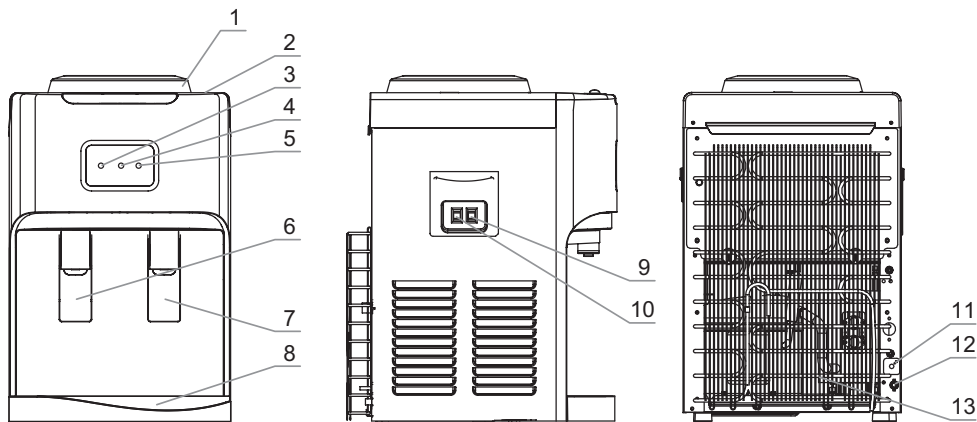

Рис. 1. Схема аппарата D115
Для того чтобы налить горячую воду, нажмите кружкой на кран подачи горячей воды (рис. 1–6). Для того, чтобы налить холодную воду нажмите кружкой на кран подачи холодной воды (рис. 1–7). В силу технических особенностей кранов допустимо подкапывание воды в объеме 5–10 мл, после каждого использования аппарата, капли стекают в лоток каплесборника (рис. 1–8).
Выключатели нагрева (рис. 1–9) и охлаждения (рис. 1–10)
Индикатор нагрева воды (рис. 1–4) горит, когда аппарат нагревает воду.
Индикатор охлаждения воды (рис. 1–5) горит, когда аппарат охлаждает воду.
Перед первым использованием рекомендуется слить по 500 мл воды через каждый кран. Если кабель электропитания (рис. 1–11) и выключатель нагрева (рис. 1–9) были
Когда Вы убедились, что вода из крана холодной и горячей воды (рис. 1–7, 1–6) идет непрерывной струей, установите выключатели
нагрева и охлаждения (рис. 1–9, 1–10) в положение I.
1. Сразу установите выключатели нагрева и охлаждения (рис. 1–9, 1–10) в положение O.
4. Убедившись, что вода из кранов подачи воды идет непрерывной струей, установите выключатели нагрева и охлаждения (рис. 1–9, 1–10) в положение I.
Отключение и включение нагрева и охлаждения при замене бутyli осуществляется исключительно с помощью выключателей нагрева и охлаждения (рис. 1–9, 1–10), а не кабелем электропитания. После кратковременного отключения аппарата от сети электропитания повторное включение допускается через 2–3 минуты.
3. Снимите съёмные детали с аппарата (рис. 1–1, 1–8) и тщательно промойте их с небольшим количеством моющего раствора, предназначенного для мытья посуды.
4. Остатки воды в системе необходимо слить через сливное отверстие (рис. 1–12), расположенное на задней стенке аппарата, после чего закрыть отверстие.
6. Промойте аппарат чистой водой: необходимо залить в систему около 4 литров чистой воды, затем слить через краники подачи горячей (рис. 1–6) и холодной воды (рис. 1–7) и отверстие для слива (рис. 1–12). При необходимости повторите процедуру.
5. Остатки воды в системе необходимо слить через сливное отверстие (рис. 1–12), расположенное на задней стенке аппарата, после чего закрыть отверстие.